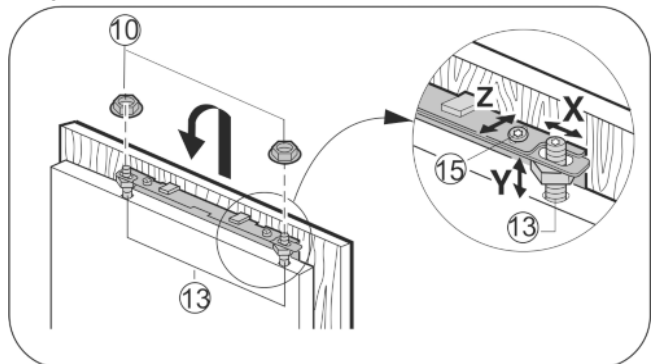

Fig. 27
- Kastdeur aan de justeerbouten Fig. 27 (13) hangen en de contramoeren Fig. 27 (10) losjes op de justeerbouten schroeven.
- Kastdeur op de hoogte Y en qua zijwaartse helling uitlijnen: stelschroeven Fig. 27 (13) met een schroevendraaier afstellen.
- Contramoeren Fig. 27 (10) vastdraaien.